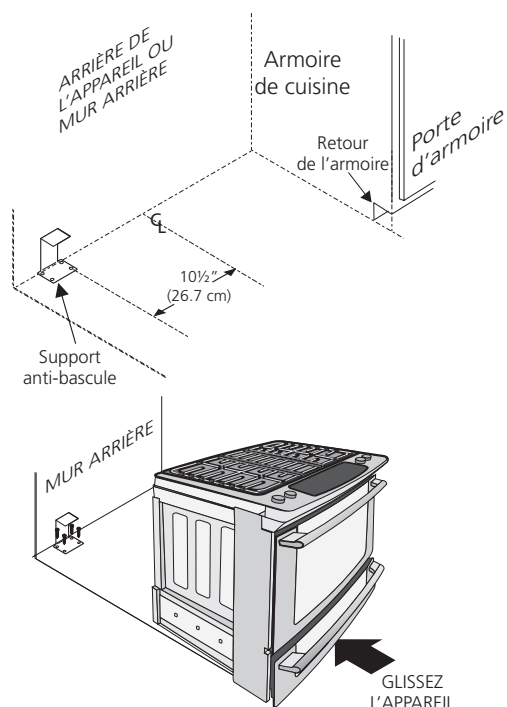

Figure 13
- Ajustez les pattes et les roulettes de l'appareil, comme décrit plus loin, jusqu'à ce que le dessous de la surface de cuisson s'appuie délicatement sur le dessus du comptoir et soit à niveau (Figure 13).
2. Dépliez le gabarit de papier et placez-le à plat sur le plancher, l'avant et les extrémités des côtés exactement sur la ligne préalablement tracée (utilisez le diagramme ci-dessous pour localiser le support anti-bascule si le gabarit de papier n'est pas disponible (Figure 13)).